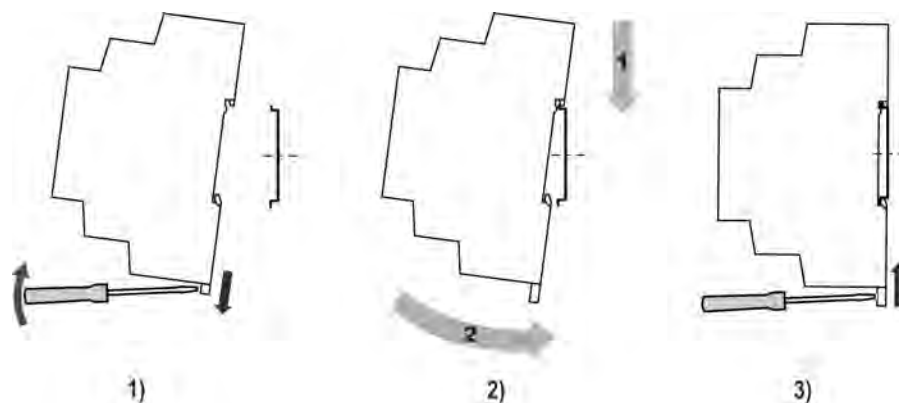

Рисунок 4.1 – Установка прибора
2. Вставив отвертку в проушину, оттянуть защелку (см. рисунок 4.1, 1);
3. Установить прибор на DIN-рейку в направлении стрелки 1 (см. рисунок 4.1, 2);
4. Прижать прибор к DIN-рейке в направлении, показанном стрелкой 2. Отверткой зафиксировать защелку ((см. рисунок 4.1, 3);